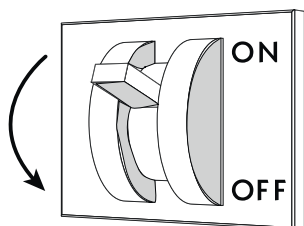

Fig. 27
- Togliere la tensione elettrica al banco tramite l'interruttore sezionatore generale a parete ("Fig. 27").